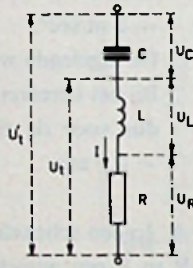

Fig. 5
b. De serieschakeling van R, L en C (fig. 5) moet weer uit het net een stroom van $0,25 \text{ A}$ opnemen. De spanningen op R en L zijn dus weer resp. 100 V en 75 V . De totale spanning U'_t is 220 V . Het nu geldende vectordiagram is getekend in fig. 6. (De spanningen op L en op C zijn in tegenfase.) Voor de spanning op C vinden we: